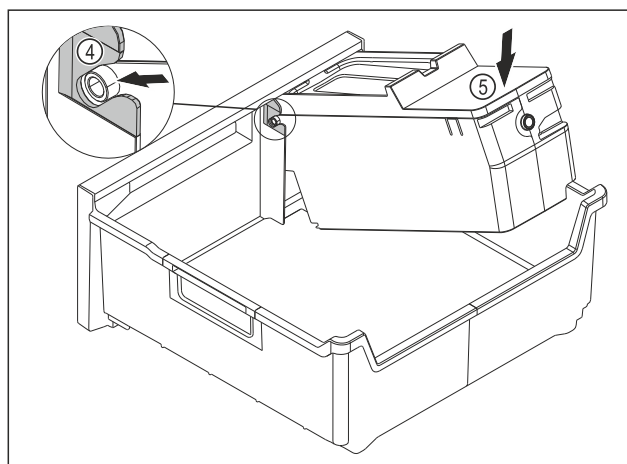

Fig. 86
- ▶ Montáž korpusu EasyTwist-Ice: Osy korpusu EasyTwist-Ice zasuňte do vedení Fig. 86 (4).
- ▶ Stlačte korpus EasyTwist-Ice Fig. 86 (5) vzadu dolů.